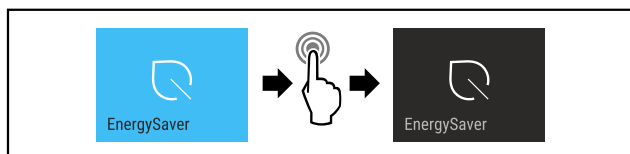

Fig. 16
- ▶ Stappen (zie Fig. 16) uitvoeren.